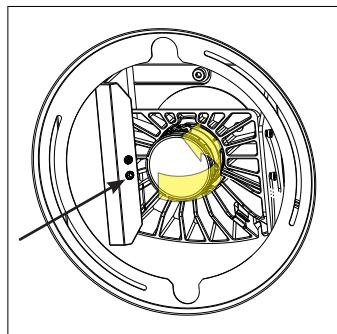

fig. 19 (rotation)
- b. En utilisant le même outil hexagonal de 4 mm, utilisez le point de contrôle de rotation pour faire pivoter l'optique (voir fig. 19).